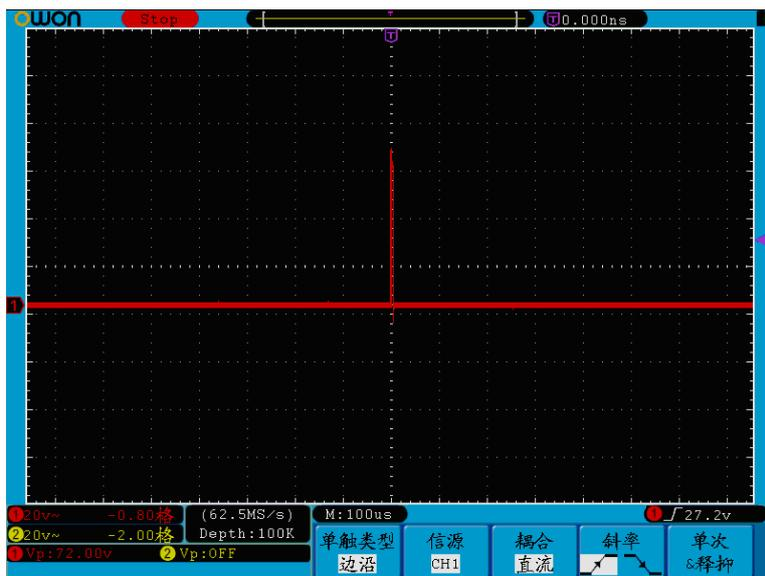

图6-3：捕捉单次信号
- (4) 按 H1 按键，显示采集模式菜单。
- (5) 按 F2 键，选择峰值检测。
- (6) 按触发菜单按键，显示触发菜单。
- (7) 按 H1 键，显示触发类型菜单。
- (8) 旋转通用旋钮，选择触发模式为边沿。
- (9) 按 H2 键，显示信源菜单。
- (10) 按 F1键，选择信源为 CH1。
- (11) 按 H3 键，显示耦合菜单；按 F2 键选择耦合为直流。
- (12) 按 H4 键，选择斜率为 （上升）。
- (13) 旋转触发电平旋钮，调整触发电平到被测信号的中值。
- (14) 若屏幕上方 **触发状态指示** 没有显示 **Ready**，则按下 **Run/Stop**（运行/停止）按键，启动获取。等待符合触发条件的信号出现。如果有某一信号达到设定的触发电平，即采样一次，显示在屏幕上。利用此功能可以轻易捕捉到偶然发生的事件，例如幅度较大的突发性毛刺：将触发电平设置到刚刚高于正常信号电平，按 **Run/Stop**（运行/停止）按键开始等待，则当毛刺生时，机器自动触发并把触发前后一段时间的波形记录下来。通过旋转面板上水平控制区域的 **水平位置** 旋钮，改变触发位置的水平位置可以得到不同长度的负延迟触发，便于观察毛刺发生之前的波形。见图 6-3。